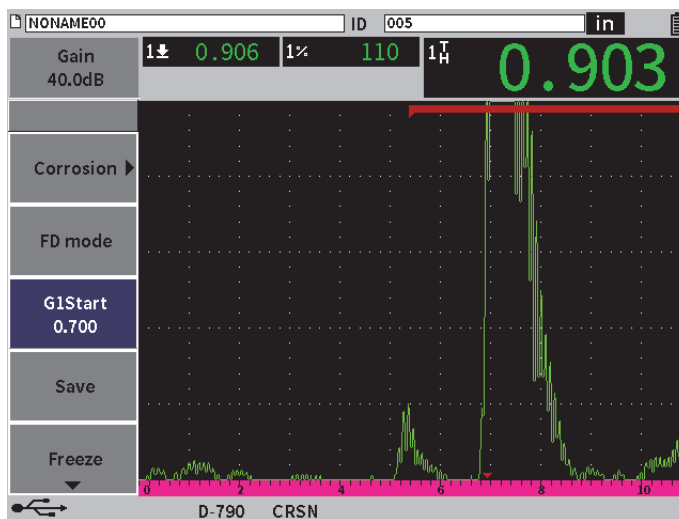

Рис. 11-40 Правильное начало измерения
- ◆ Выберите **G1Start** (C1Нач.) в боковом меню и с помощью ручки регулятора увеличьте или уменьшите начальное положение строба 1 для начала измерения в нужной точке (см. Рис. 11-40 на стр 230).